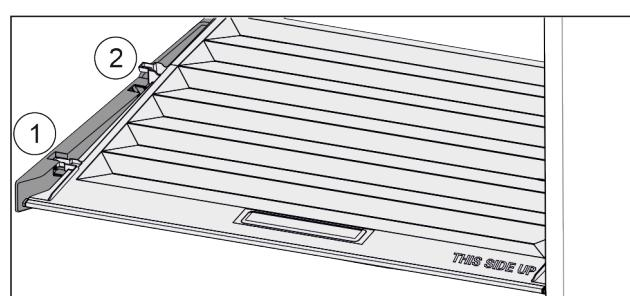

Fig. 45
- ▶ 将盖子向前拉 Fig. 45 (1)至定位件开口。
- ▶ 从下方抬起后端并向上将其移出 Fig. 45 (2)。